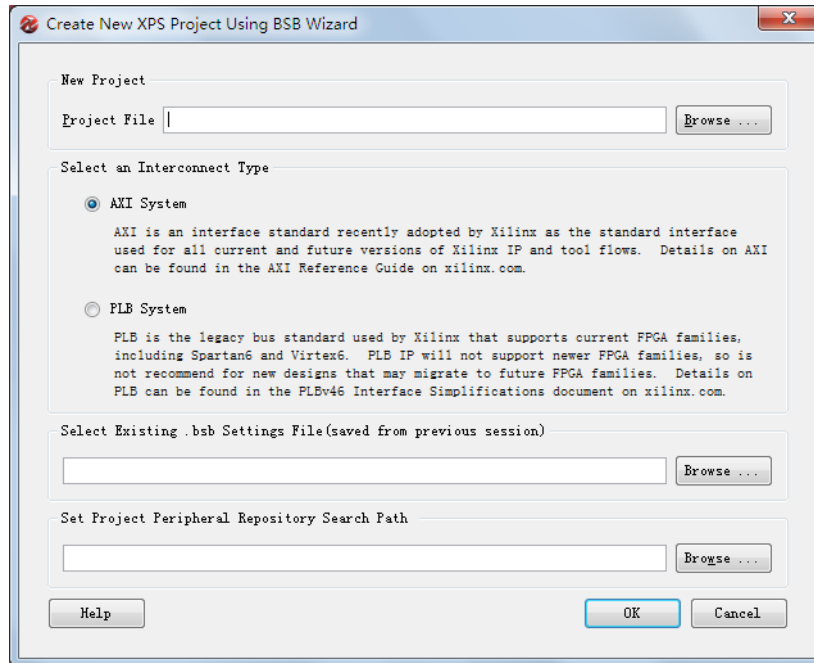

图 3：新工程建立向导
- 1-1-2. 点击 **Create New Project Using Base System Builder** 来打开新工程建立向导。会出现一个 **Create New XPS Project Using BSB Wizard** 对话框, 如图 3.
- 1-1-3. 如图 3，在新工程建立向导对话框的 **Project File** 栏选择工程建立后存放的路径，这里可以选择 **c:\Nexys4\_lab\**，可以将 **system.xmp** 改成所建立工程的名字，这里取 **lab7**(名字中不要有中文和空格)，于是 **Project File** 栏中的路径变为 **c:\Nexys4\_lab\lab7\lab7**。点击 **OK**。